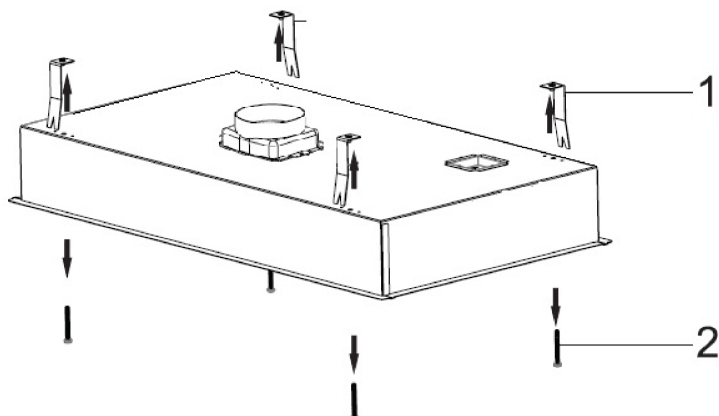

Fig. 17
2. ➔ Skru skruerne af fra beslaget og fjern beslagene (Fig. 17)